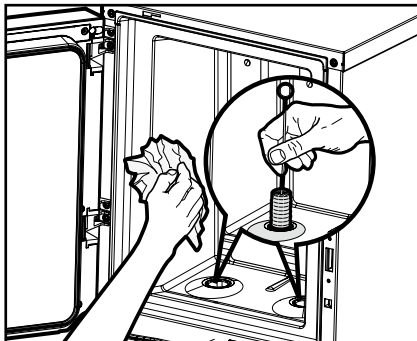

Bild 25
4. Rengör kylfacket invändigt (bild 25):